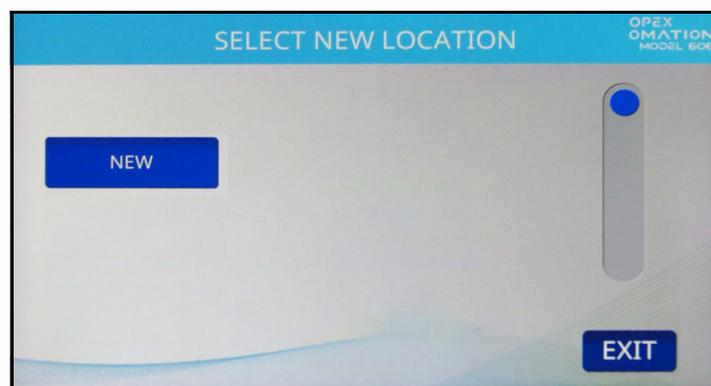

図 6-36 : 新しい場所の選択画面
3. ユーザーに名前を付けてリターンキーを押すと、新規ユーザーの場所を選択するように求められます（図 6-36）。